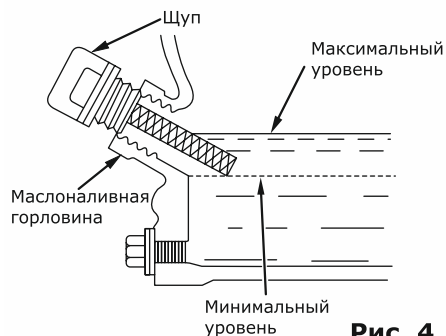

Рис. 4
- отверните и извлеките масляный щуп, проверьте уровень масла, медленно доливайте масло до нужного уровня по меткам на щупе или краю маслосналивной горловины (рис. 4);